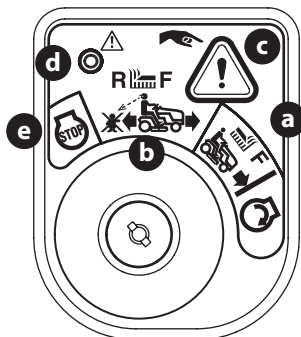

Figura 22
2. Gire la llave de la posición CORTE NORMAL  (a) a la posición MODO PRECAUCIÓN MARCHA ATRÁS  (b) del módulo de encendido (Figura 22).
3. Oprima el BOTÓN DE MARCHA ATRÁS  (c) en el ángulo superior derecho del módulo de encendido. La luz indicadora roja (d) que está en el ángulo superior izquierdo del módulo de encendido se mantendrá ENCENDIDA mientras está activada (Figura 22).
5. Siempre mire hacia abajo y hacia atrás antes y mientras se desplaza marcha atrás, para verificar que no haya niños cerca. Luego de volver a desplazarse hacia adelante, vuelva la llave a la posición de CORTE NORMAL  (a) (Figura 22).